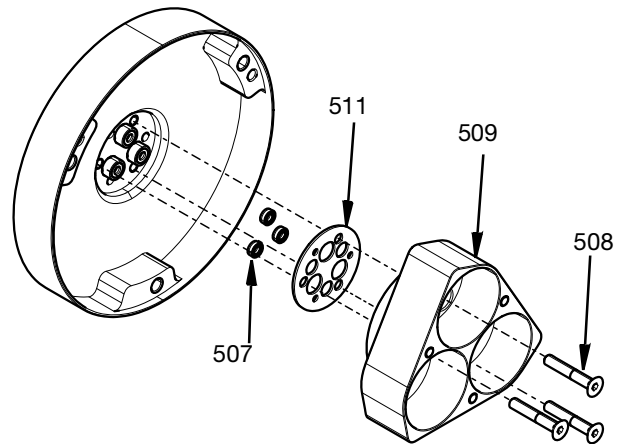

FIG. 14
6. Remover os três parafusos M4 (508) que fixam a caixa do cilindro de ar (509). Após a remoção da caixa do cilindro de ar, a junta da caixa do cilindro (511) e os vedantes da haste (201) podem ser removidos. Consultar **Kit de ferramentas de inserção e remoção de vedantes, 25T489**, página 37 para remoção dos vedantes da haste. Consulte a FIG. 14.